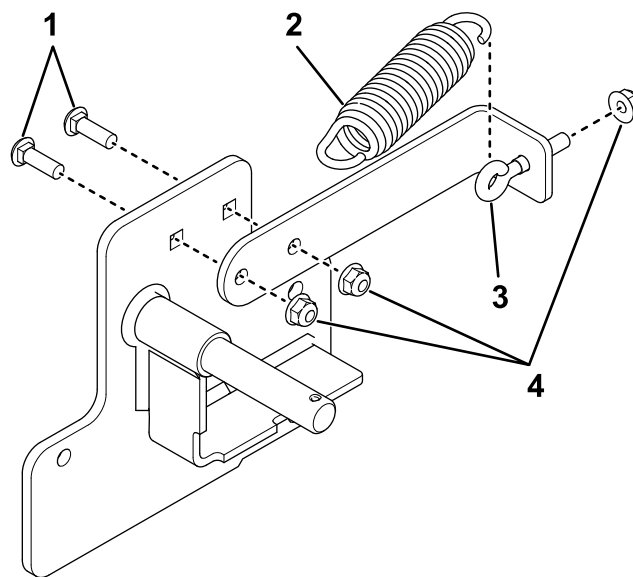

Figura 6
5. Instale el soporte del muelle y el muelle en el otro soporte del trinquete usando 2 pernos de cuello cuadrado ($\frac{5}{16}$ " x 1"), 3 contratuercas y 1 perno de anilla (Figura 6).